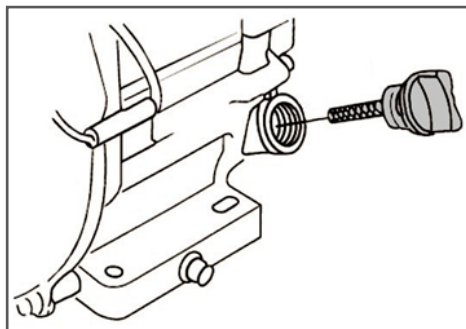

Рис. 8 Крышка-щуп маслосазливной горловины
2. Открутите крышку-щуп маслосазливной горловины и извлеките щуп (Рис. 8).
2. Открутите крышку-щуп маслозаливной горловины и извлеките щуп (Рис. 8).